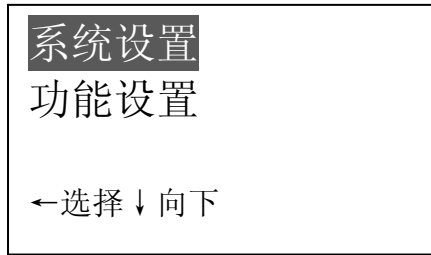

图 20
- b. 按 ← 键进入进入主菜单，如下（如图 20），
b. 按←键进入进入主菜单，如图 20。
- b. 按←键进入进入主菜单，如图 20。
- 按 **←** 键进入主菜单，如图 20。
b. 按 ← 键进入主菜单，如图 20。
- 按←键进入进入主菜单，如图 20。